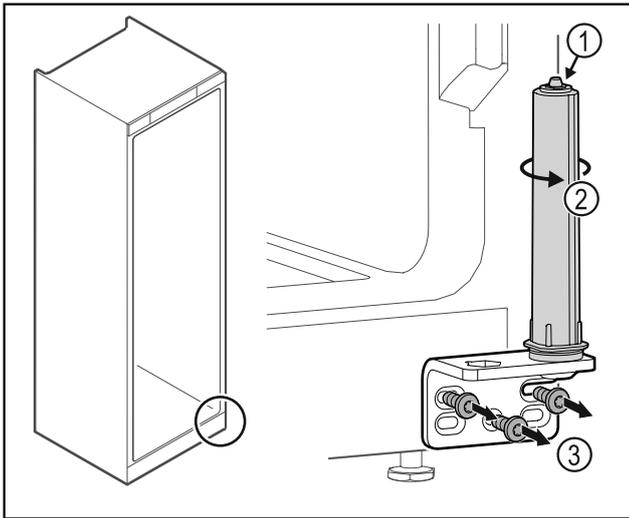

Fig. 46
- Nerozoberajte systém zatvárania dverí Fig. 46 (1).
- ▶ Otáčajte systém zatvárania Fig. 46 (2), kým nezacvakne.
- ▶ Odskrutkujte uholník závesu Fig. 46 (3).